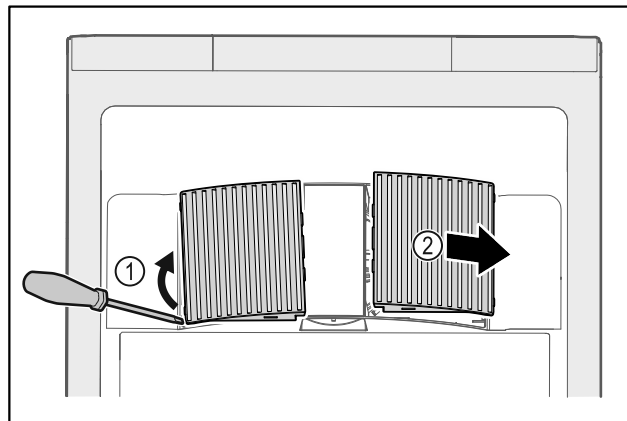

Fig. 171
- ▶ Väännä tuulettimen suojuksen varovasti sivulta pois paikaltaan Fig. 171 (1) ja poista suojuksen etukautta Fig. 171 (2).